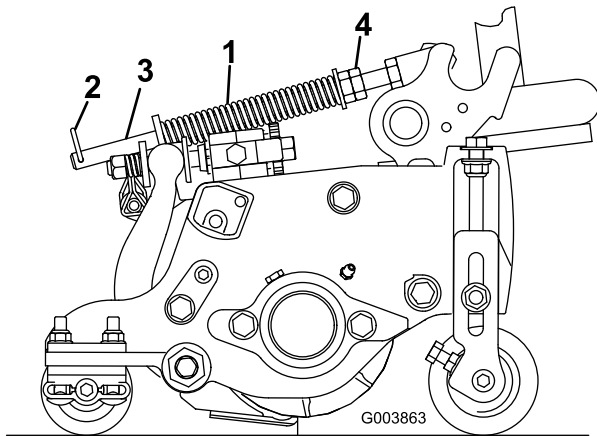

Bild 12
Die Rasenkompensierungsfeder (Bild 12) verlagert das Gewicht von der vorderen zur hinteren Rolle. (Dies reduziert ein Bobbing genanntes Wellenmuster auf der Rasenfläche.)
1. Stellen Sie sicher, dass der Lastösenbolzen in das hintere Loch in der Federstange eingesetzt ist (Bild 12).
2. Ziehen Sie die Sechskantmuttern vorne an der Federstange an, bis die zusammengedrückte Länge der Feder am Reelmaster 5210 und 5410 mit 12,7-cm-Mähwerken 12,7 cm oder am Reelmaster 5510 und 5610 mit 17,8-cm-Mähwerken 15,9 cm beträgt (Bild 12).